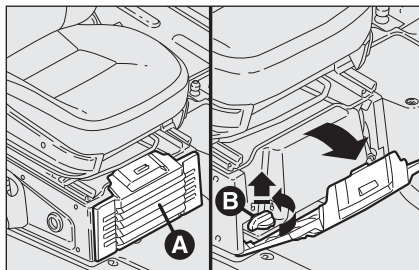
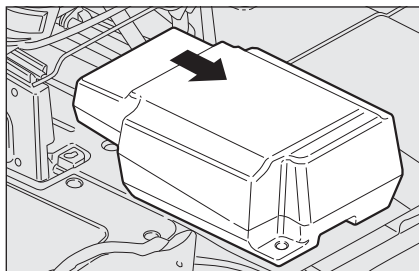

fig. 46
fig. 47
- Ouvrir le volet **A** et l'enlever en agissant comme illustré sur la **fig. 46**;
- tourner dans le sens inverse des aiguilles le pommeau **B** de blocage et l'enlever **fig. 46** pour permettre la sortie de la boîte **fig. 47**;